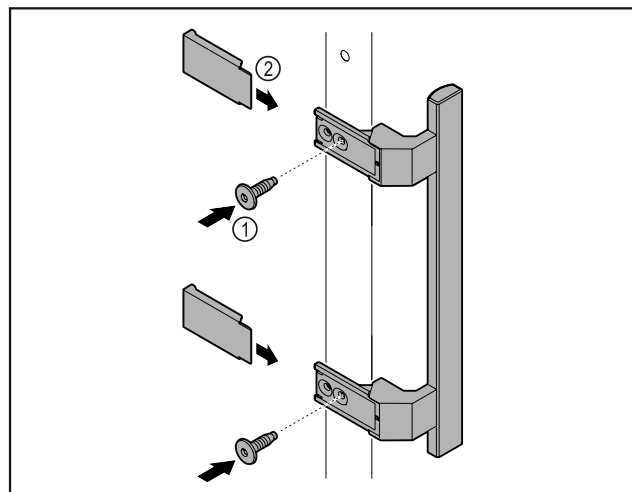

Fig. 2
- ▶ Szerelje fel az ajtóra a kilincset a csomagban található csavarok Fig. 2 (1) segítségével.
- ▶ Helyezze fel a fedelet Fig. 2 (2).